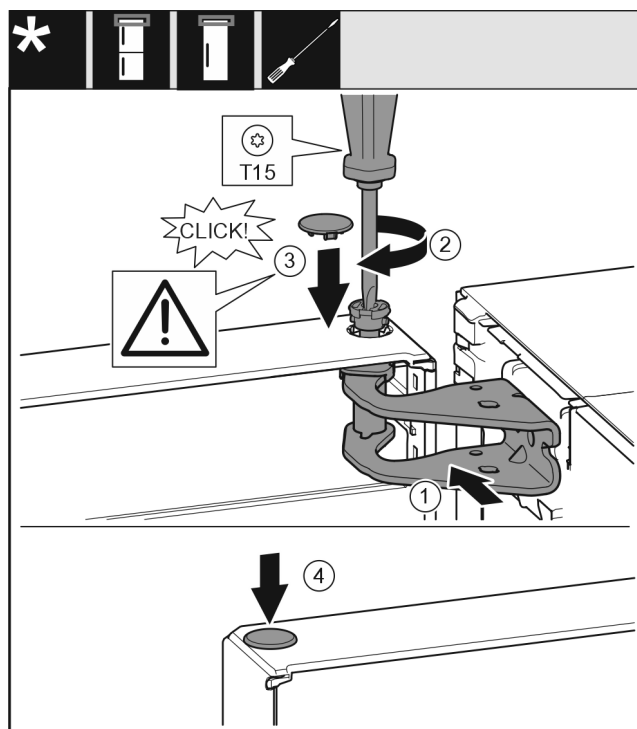

Fig. 23
- ▶ Allineare la porta superiore all'apertura nella staffa di supporto Fig. 23 (1).
- ▶ Inserire i perni Fig. 23 (2) e stringerli con un cacciavite.
- ▶ Inserire la copertura Fig. 23 (3).
- ▶ Controllare che la copertura Fig. 23 (3) poggi sulla porta.
- ▶ Inserire la copertura Fig. 23 (4).